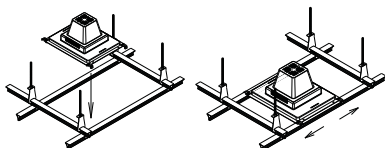

图14
- 2.根据模块规格尺寸调节龙骨间距，再将已安装好安装卡扣的箱体由上而下扣于龙骨上，用四周安装卡扣扣住龙骨，箱体可沿龙骨调节位置;(图14所示)